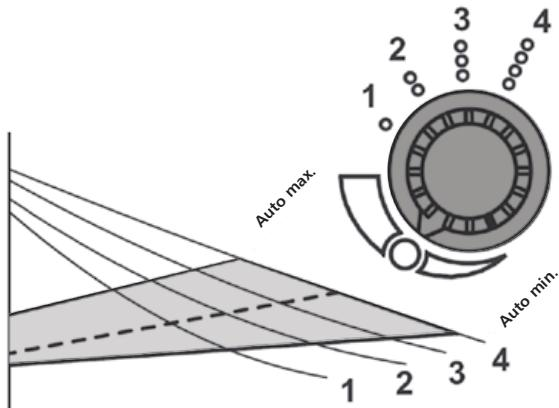

Fig. 4
- La regolazione viene effettuata attraverso il selettori posto sulla morsettiera (Fig. 4).